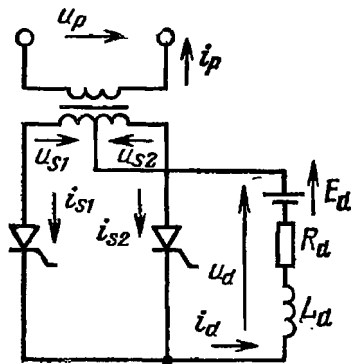

Рис. 2. Управляемый преобразователь со схемой 1Ф1Н2П
2. Постройте кривые и определите значения выпрямленного напряжения, выпрямленного тока и токов сетевой и вентильной обмоток преобразовательного трансформатора в схеме 1Ф1Н2П, показанной на рис. 2. Трансформатор и вентили идеальные, $k_{\text{тр}} = 1$, $U_s = U_{s1}$, $U_{s2} = 100$ В, $E_d = 200$ В, $R_d = 1$ Ом, $L_d \approx \infty$, $\alpha = 150^\circ$.